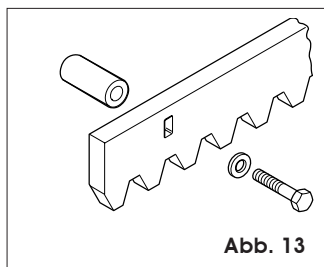

Abb. 13
5.4.2. ZAHNSTANGE AUS STAHL ZUM ANSCHRAUBEN (Abb. 13)